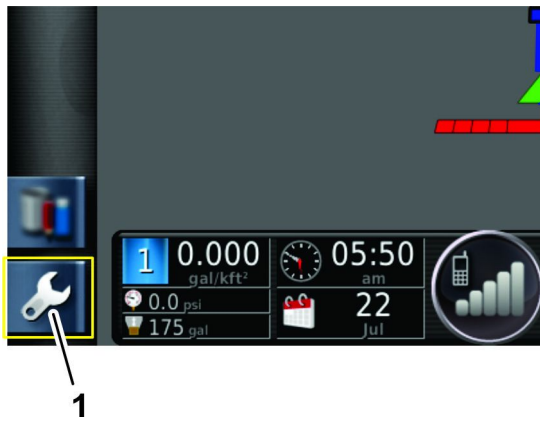

Figure 246
3. Appuyez sur l'icône CONFIGURATION sur l'écran principal (Figure 246).